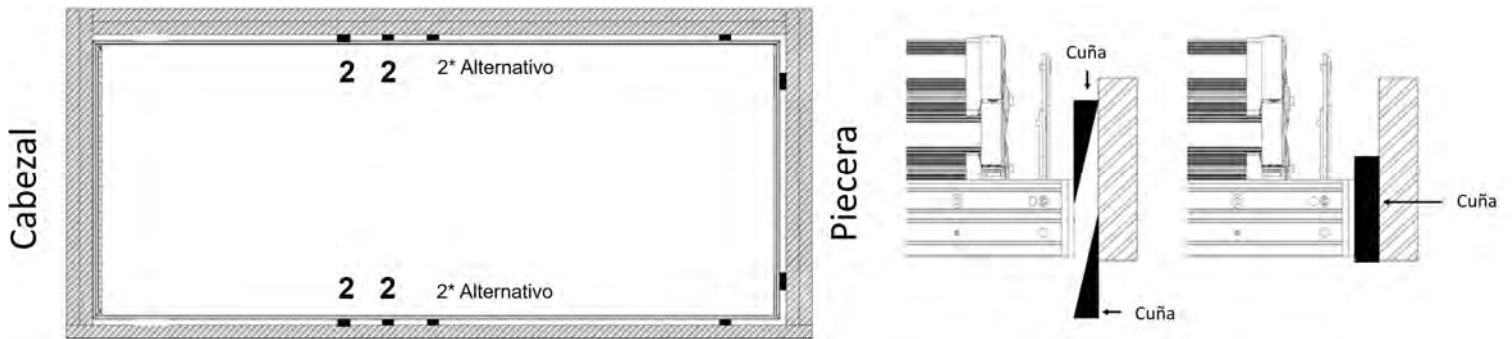
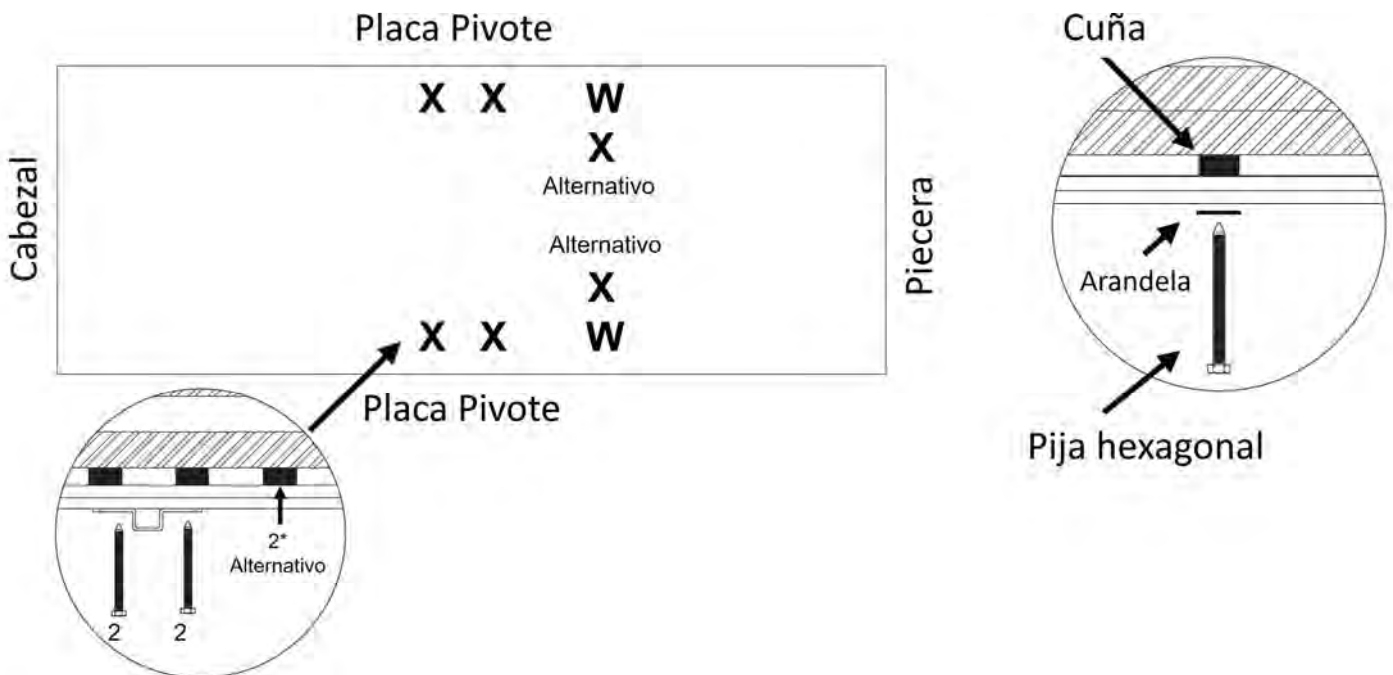

FIGURA 24 : COLOCACIÓN DE CUÑAS EN MARCO LATERAL
FIGURA 25 : ASEGURANDO MARCO LATERAL
U. Instalador #1 y #2: Coloque cuñas desde abajo y desde arriba en los 4 orificios restantes, 2 en cada riel lateral del marco de aluminio. (Ver **Figura 24**). Las cuñas deben proporcionar un soporte uniforme para que el marco de aluminio no se tuerza o pandee. Perfore orificios guía de 5/32" de diámetro por 3" de profundidad en las vigas del techo a través de los bujes plásticos en la posición 2. Instale las 4 pijas hexagonales para asegurar la escalera de ático (ver **Figura 25**).